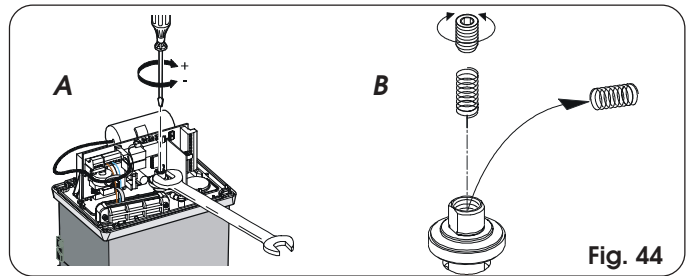

Fig. 44
- 2) Mantenga bloqueado el árbol motor utilizando una llave inglesa y manipule el tornillo de regulación del embrague con una llave Allen o destornillador, como se indica en la Fig. 44 Ref. A.
- El operador se entrega de origen con el muelle de regulación del embrague para cancelas de hasta 1000 Kg. Para cancelas de peso superior, hay que utilizar el muelle alternativo suministrado en dotación. Para sustituir el muelle, proceda como se indica en la Fig. 44 Ref. B.